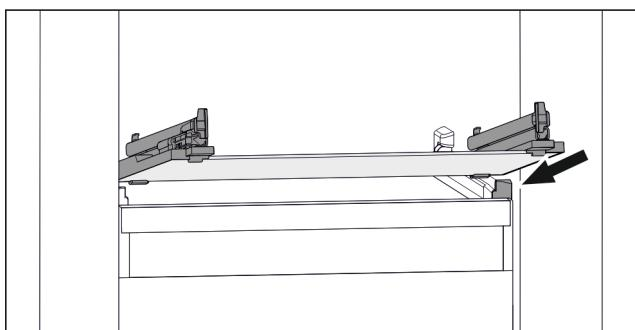

Fig. 107 Приближене відображення скляної пластини
- Встановити скляну пластину за стопорами навскоси. (див. Fig. 107)